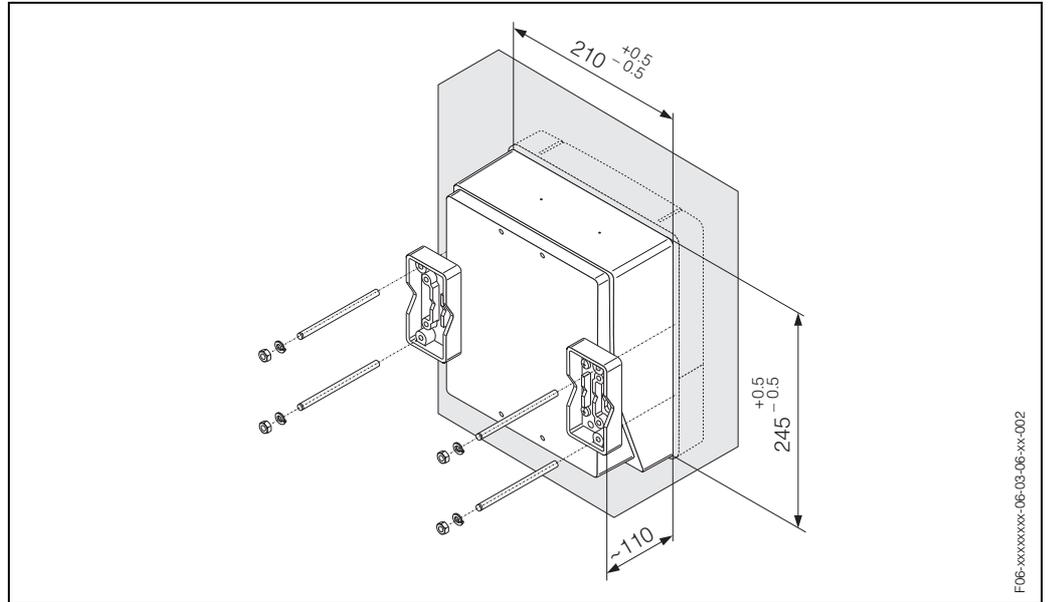

Fig. 31: Montaje en panel (caja de montaje mural)
1. Prepare la abertura para la instalación en el panel (Fig. 31).